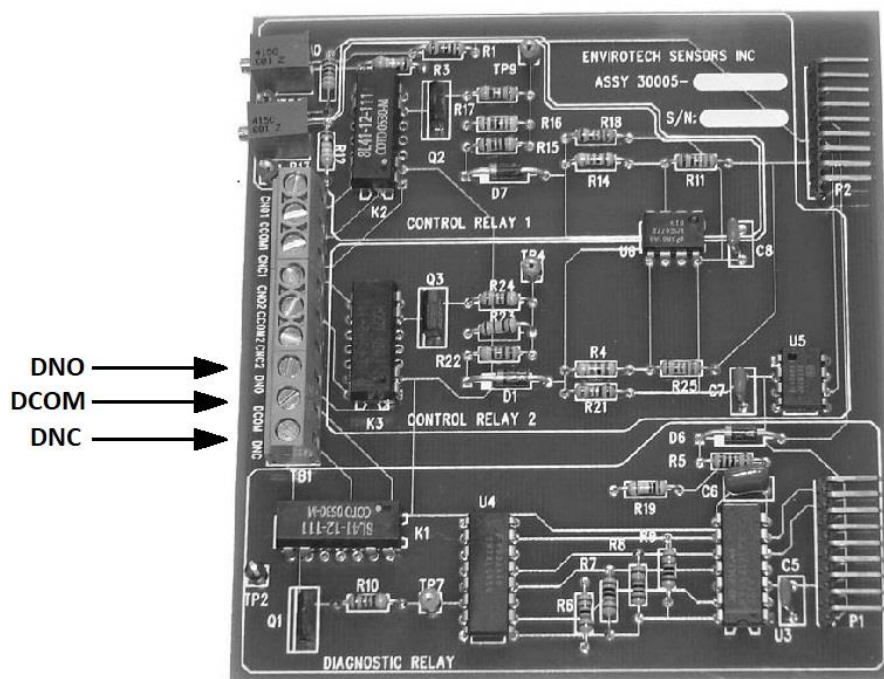

Figura 2.3.2-1 Conexión de la salida de relé de diagnóstico
3. Pelar ~6mm (1/4 pulgada) de aislamiento de cada uno de los dos hilos y conectarlos a TB1 utilizando la información de la Tabla 2.3.2-1 y la Figura 2.3.2-1. Nótese que solo los terminales marcados con el prefijo "D" se utilizan para el relé de diagnóstico